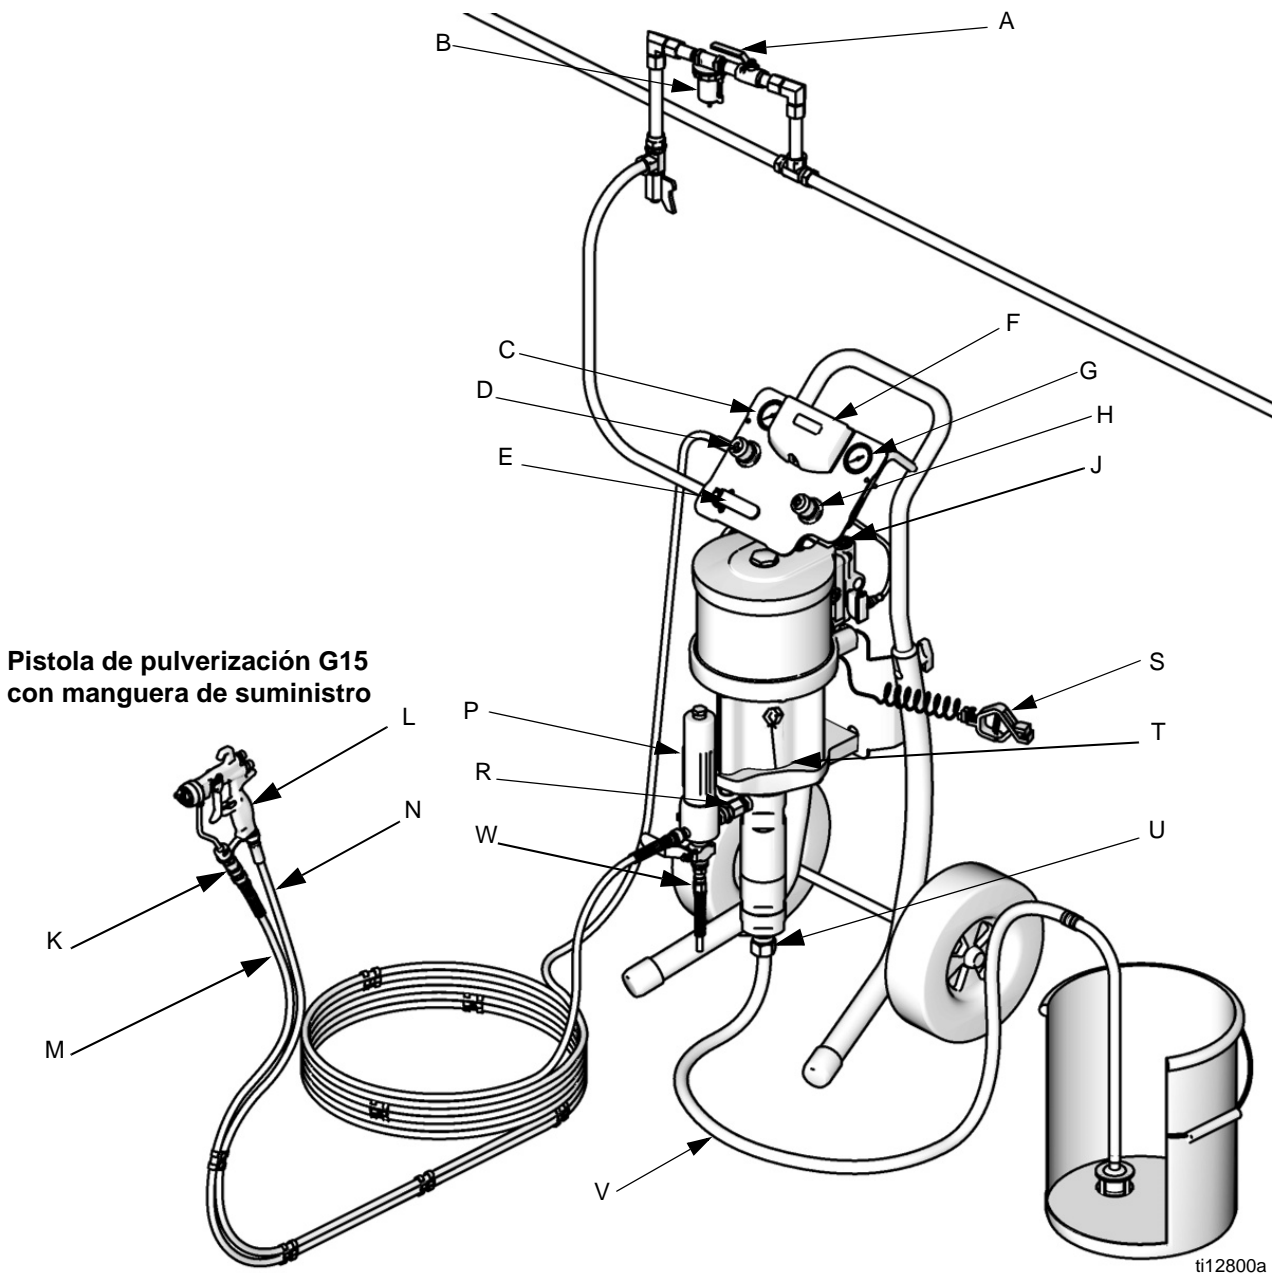

FIG. 1. Instalación típica (su sistema puede no incluir todos los elementos mostrados).
La FIG. 1 es solo una guía para la selección e instalación de los componentes y accesorios del sistema. Comuníquese con el distribuidor Graco para obtener ayuda para diseñar un sistema adecuado a sus necesidades particulares.
Vea la FIG. 1. **Los componentes varían según el conjunto pedido.** Vea las tablas en las páginas 7 a 15 El conjunto puede incluir:
Instale los siguientes accesorios en el orden mostrado en la FIG. 1, usando adaptadores como sea necesario.
1. Vea la FIG. 1. Fije el extremo de la manguera de fluido azul (M) en la salida de la bomba (R) o la salida del filtro (P).
2. Fije un extremo de la manguera de aire (N) en el regulador de aire de la pistola (D).
3. Fije el otro extremo de la manguera de aire (N) en la entrada de aire de la base de la pistola (L).
4. Fije la unión giratoria (K) en la entrada de fluido de la pistola.
5. Fije el otro extremo de la manguera azul de fluido (M) en la unión giratoria de la pistola (K).
2. Vea la FIG. 1. Cierre la válvula de aire principal de purga (D).
1. Vea la FIG. 1. Enganche el seguro del gatillo de la pistola. Retire el protector de la boquilla y la boquilla de pulverización de la pistola (L). Vea el manual de la pistola.
2. Cierre el regulador de aire de la pistola (D) y el regulador de aire de la bomba (H) girando las perillas en sentido contrahorario para reducir la presión a cero. Cierre la válvula de aire tipo de purga (E). Verifique también que todas las válvulas de drenaje estén cerradas.
3. Conecte la tubería de aire en la válvula de aire tipo de purga (D).
6. Sostenga firmemente una parte metálica de la pistola (L) contra el costado de un cubo metálico conectado a tierra, quite el seguro del gatillo y mantenga abierto el gatillo.
8. Abra la válvula de aire de purga (E). Gire lentamente en sentido horario el regulador de aire de la bomba (H) aumentando la presión hasta que arranque la bomba.